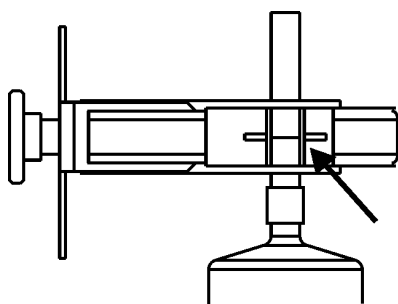

Рисунок 25
2.16.14 Установить сверху пипетки оптодатчик с номером 1 (3), снизу — оптодатчик с номером 2 (4), как показано на рисунке 2. Оптическая ось верхнего оптодатчика должна совпадать с меткой на пипетке (рисунок 25). Зафиксировать положение верхнего оптодатчика, поджав к нему отрезок силиконовой трубки.